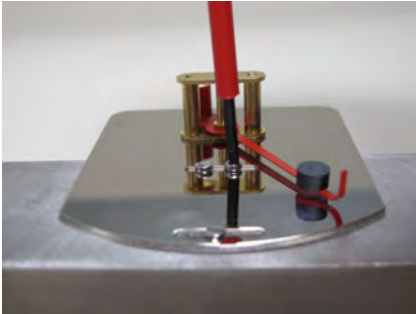

Abb. 56
- 12.** Legen Sie die Anzeige-Bodenplatte auf den Gerätekörper. Drehen Sie die Befestigungsschrauben nur soweit ein, dass sich die Anzeige-Bodenplatte noch verschieben lässt (Abb. 56). Achten Sie darauf, dass an der Langnut nahe der Zeigerspitze die Senkkopfschraube und im Bereich der Mitte der Anzeige die beiden Zylinderkopfschrauben eingesetzt werden